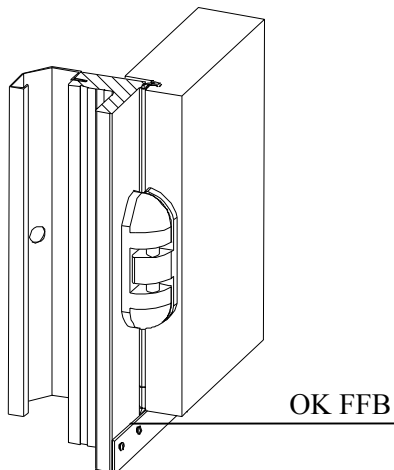

Bild 2.2 Niveau OK FFB
- 2.6** Türstock nach dem bauseitigen Metermaß ausrichten, bzw. muß die Oberkante der Aluschwelle bündig mit der Oberkante des Fertigfußboden sein. **Bild 2.2**